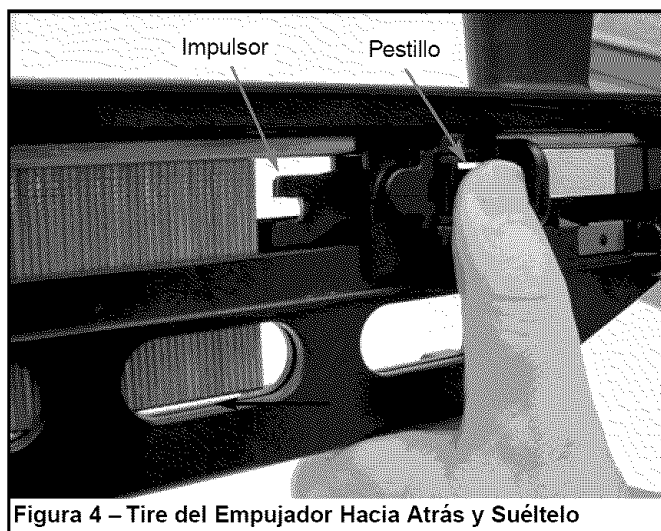

Figura 4 – Tire del Empujador Hacia Atrás y Suéltelo
- Oprima el pestillo en el impulsor y tire de éste completamente hacia la parte posterior de la ristra de clavos. Suelte el pestillo y la ristra de clavos será empujada hacia la parte frontal del depósito (véase la Figura 4).